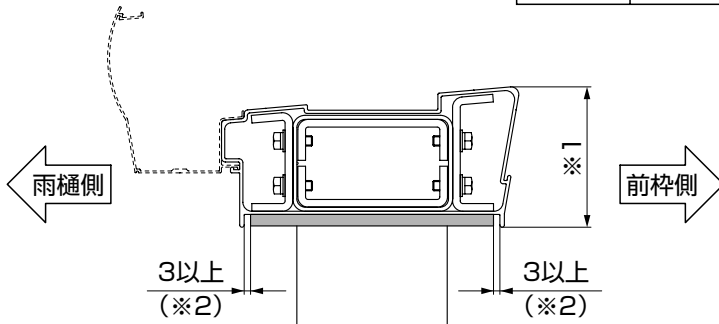

図3-2
- 桁には向きがあります。幅の広い方(※1)が前枠側です。(図3-2参照)
- 柱金具キャップを取付けるため、柱と桁のすき間を前後3mm以上(※2)あけてください。(図3-2参照)